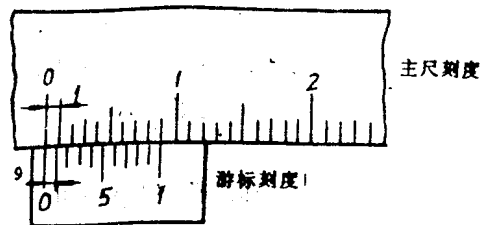

图 1-11 0.1 mm 精度游标卡尺刻线原理
(1)刻线原理 如图 1-11 所示,尺身(主尺)上每小格为1 mm,每大格为10 mm。游标刻线总长度为9 mm并等分为10小格。当主尺和游标的两测量爪贴合时,即游标上的零线对